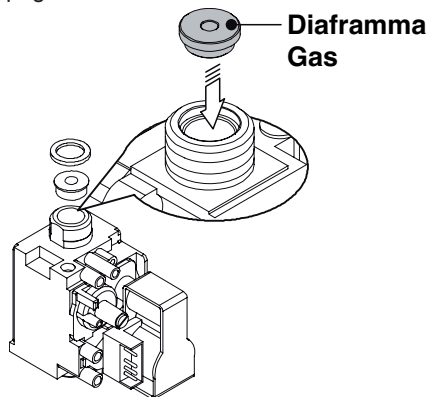

Figura 8.2
- Eseguire la trasformazione del tipo di gas sostituendo correttamente il diaframma gas Figura 8.2, facendo riferimento alla sezione "Dati tecnici M150.34SR/..." a pagina 22 e "Dati tecnici M150.50SR/..." a pagina 24.